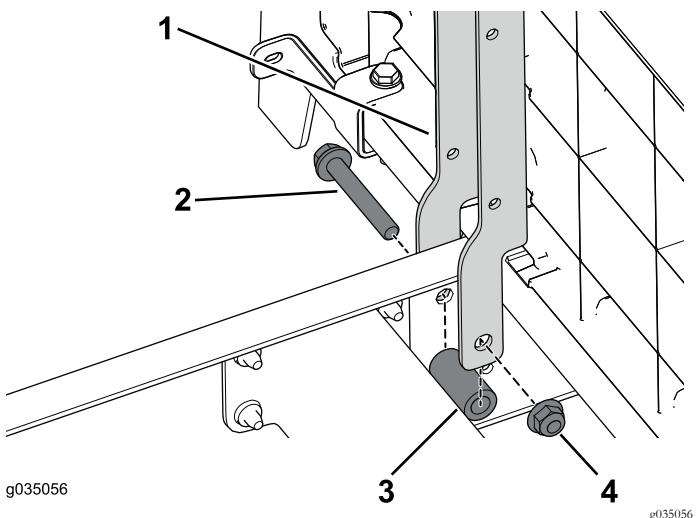

图37
1. 使用 2 个螺栓  $3/8 \times 2-1/2$  英寸、隔片和凸缘螺母将座椅支架固定到机器的前部 图37。